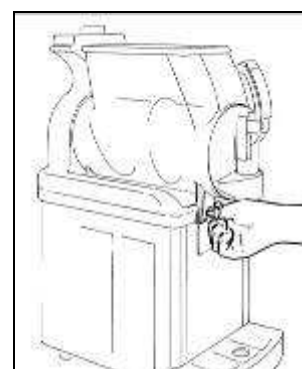

Fig. 25
- Fissare la vasca avvitando entrambi i pomelli fino al fondo della loro corsa (fig.25).